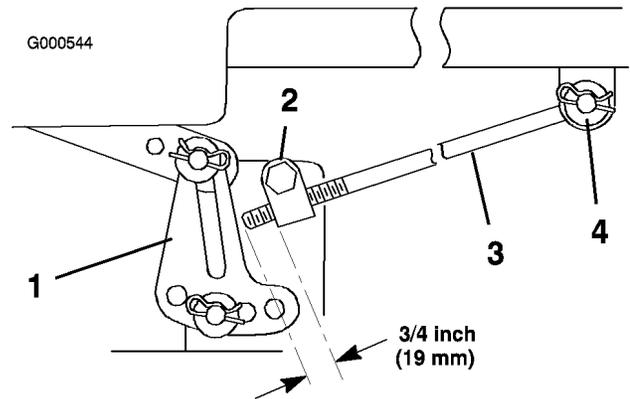

Figura 44
5. Mida la longitud de la varilla que se extiende por delante del bloque de ajuste en cada lado del chasis (Figura 44).
6. Si la longitud de la varilla **no** es 19 mm, retire el pasador y la arandela del extremo de la varilla (Figura 44), y gire la varilla hasta obtener la dimensión de 19 mm.